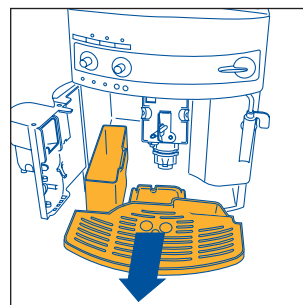

Fig. 16
NOTA 7: la machine compte le nombre de cafés qu'elle fait. Tous les 14 cafés simples (ou 7 doubles), le voyant ☹ s'allume fixe (chap. 12 point 3) pour avvertir que le tiroir est plein de pastilles usées et qu'il faut le vider et le nettoyer. Tant que le tiroir n'est pas nettoyé, le voyant reste allumé et la machine ne peut pas faire de café. Pour effectuer le nettoyage, ouvrez le volet de service sur le devant en tirant la poignée (fig. 15) ; le voyant ☹ commencera à clignoter (voir § 12 point 9) ; sortez l'égouttoir (fig. 16) videz-le et nettoyez-le. Videz et nettoyez soigneusement le tiroir à marc en éliminant tous les résidus déposés sur le fond. Essuyez également les éventuelles gouttes de condensation déposées à l'intérieur de la machine sous l'égouttoir.
- retirez l'égouttoir et le tiroir à marc (fig. 16) et lavez-les ;